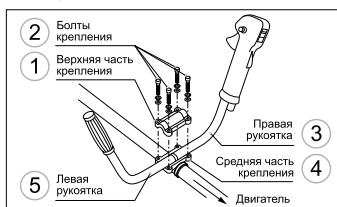

рис. 2
1. Снимите верхнюю часть крепления рукояток (1, рис. 2), выкрутив 4 винта 2 (рис. 2). Установите рабочие рукоятки (3 и 5, рис. 2). Правая рукоятка (3, рис. 2) снабжена органами управления двигателем, рукояток правой рукоятки должен быть направлен в сторону редуктора.